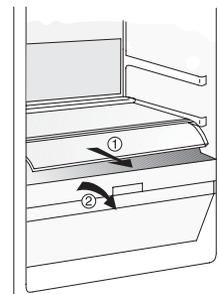

Abb. 2
2. Das Fach herausnehmen (siehe **Abb. 2**).